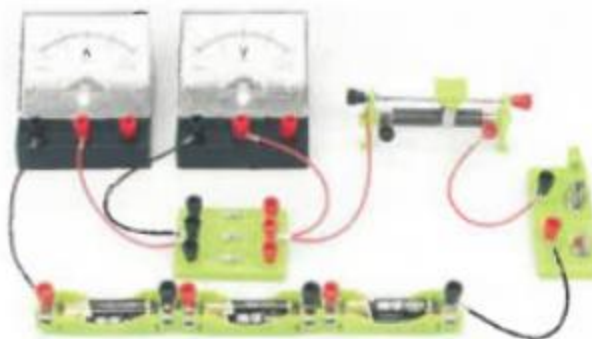

Figure 16-1
1. Comme le montre la figure 16-1, nous avons étudié et passé la valeur fixe Résistance R (laisser $R=10$ ohms inchangés) passer Le courant traversant, en changeant la varistance coulissante en Modifiez la tension aux bornes de la résistance à valeur fixe (il est préférable de mesurer Plusieurs fois la tension change en multiples entiers), mesurée en même temps La quantité enregistre la taille du courant traversant la résistance à valeur fixe. Analysez la relation entre le courant et la tension.
2. Le circuit illustré à la figure 16-1 est également utilisé, et les résistances de 5 ohms et 15 ohms sont connectées séparément, et la varistance coulissante est ajustée à chaque fois. La tension aux bornes de la valeur R reste la même et le courant dans le circuit est mesuré et enregistré en même temps, et le courant et la résistance sont résumés séparément.